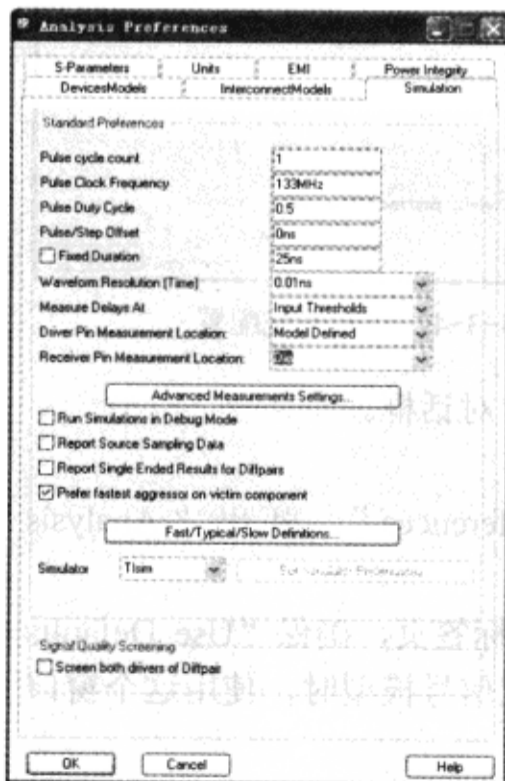

图 5-3-7 设置仿真参数
(4) 设置“Simulation”标签页参数，如图 5-3-7 所示。
(5) 单击“OK”按钮，关闭“Analysis Preferences”对话框。